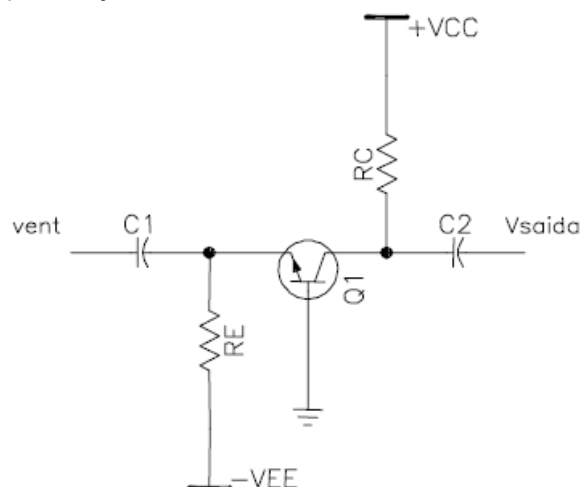

FIGURA 64: AMPLIFICADOR EM BASE COMUM
A Figura 64 mostra um amplificador em base comum (BC), a base é ligada ao referencial comum (terra). O ponto Q é dado pela polarização do emissor.